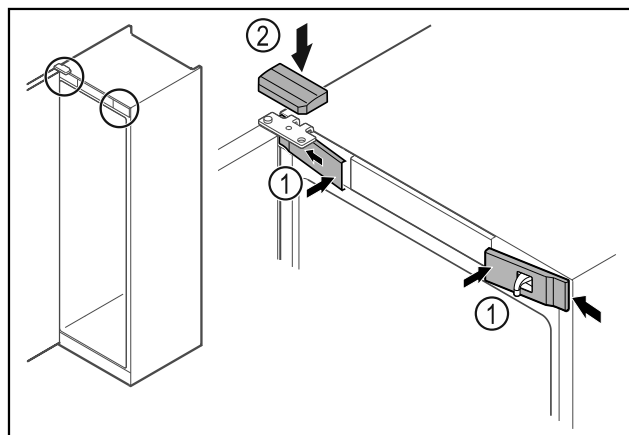

Fig. 52
- ▶ Acroșați apărătorile frontale Fig. 52 (1) lateral și fixați-le în poziție.
- ▶ Fixați în poziție apărătoarea superioară Fig. 52 (2) de sus.